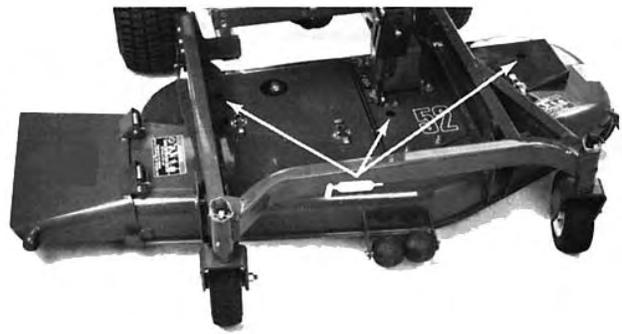

Figure 19
- roulements des axes de lames (Fig. 19)